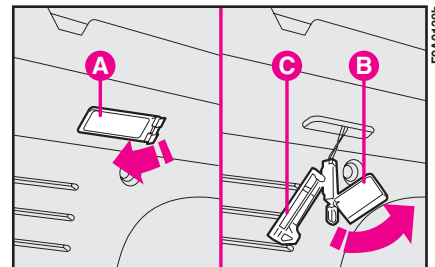

fig. 39
1) Estrarre il trasparente **A-fig. 39** agendo nel senso della freccia.